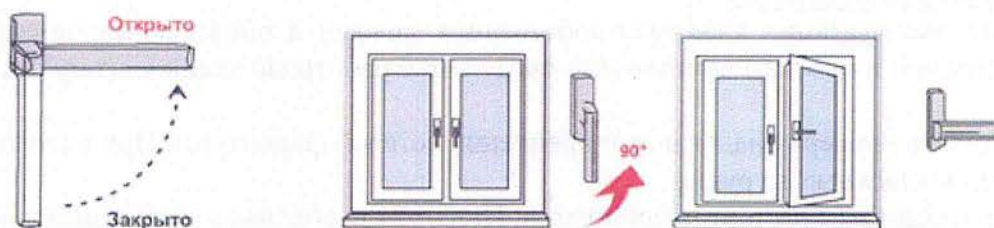

Рис.1
2) чтобы открыть (распахнуть) створку окна, ручку поворачивают на 90 градусов в горизонтальное положение (положение «Открыто» на Рис. 1). При повороте ручки закрытую створку слегка прижимают к раме другой рукой (чуть выше ручки). Затем, потянув за ручку, створку распахивают (сплошной режим - поворотное открывание).